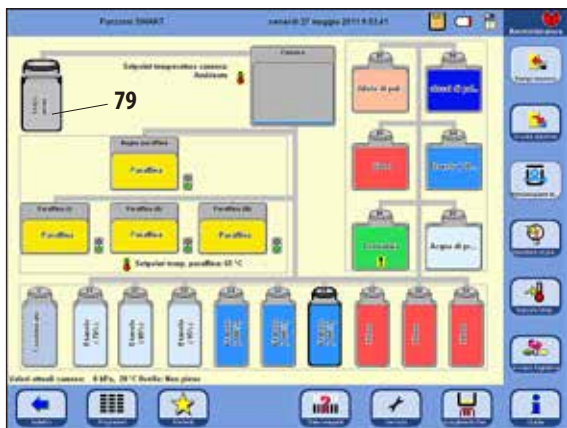

Fig. 162
Si apre la finestra **FUNZIONI SMART** (fig. 162), che costituisce la schermata di avvio per l'utilizzo manuale dello strumento.
- Scegliere sullo schermo (fig. 162) il flacone di sistema o intercambiabile da svuotare e il contenitore di raccolta (**stazione esterna**). Premere quindi il tasto **SVUOTA STAZIONE**.
- Al termine di questa procedura, la camera viene svuotata nella stazione esterna (79 come indicato nelle fig. 162 e 163).